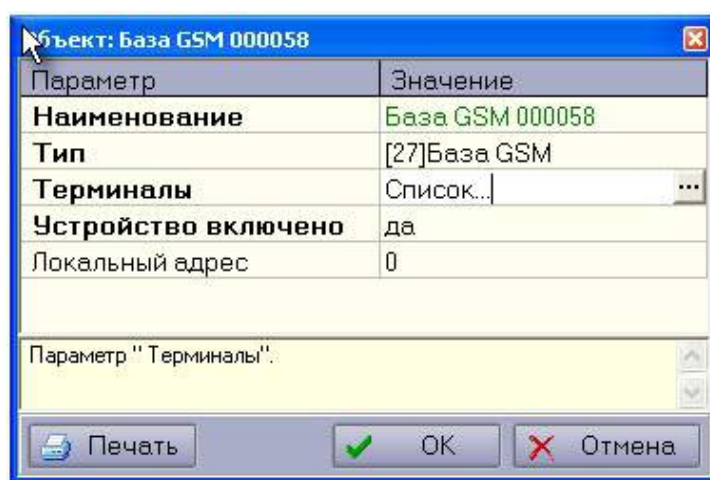

Рис. 31 Описание Базы GSM.
- Указать сотовый терминал, который будет использоваться (см. Рис. 31);